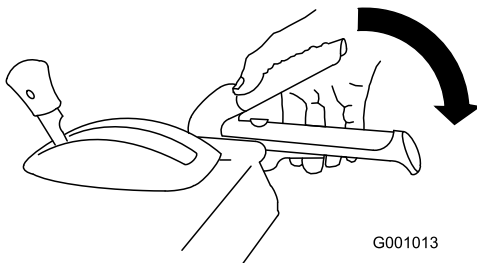

Bild 20
1. Drücken Sie zum Einkuppeln des Räumwerk- bzw. Gebläseradanstriebs den rechten Hebel (Räumwerk bzw. Gebläserad) zum Handgriff (Bild 20).